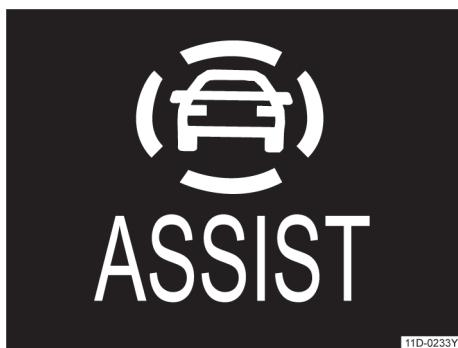

图 14 驾驶辅助系统按钮示意图
- 按压按钮 → 图 14。
- 按压按钮⑧或按钮 → 图 14，即可返回上一菜单。